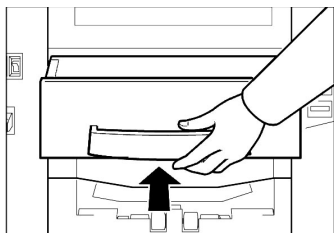

图 5-37 装回版纸排出盒
② 将版纸排出盒重新推入，直到听到“咔”的一声卡到位为止，如图 5-37 所示。
(4) 清洁热敏打印头。